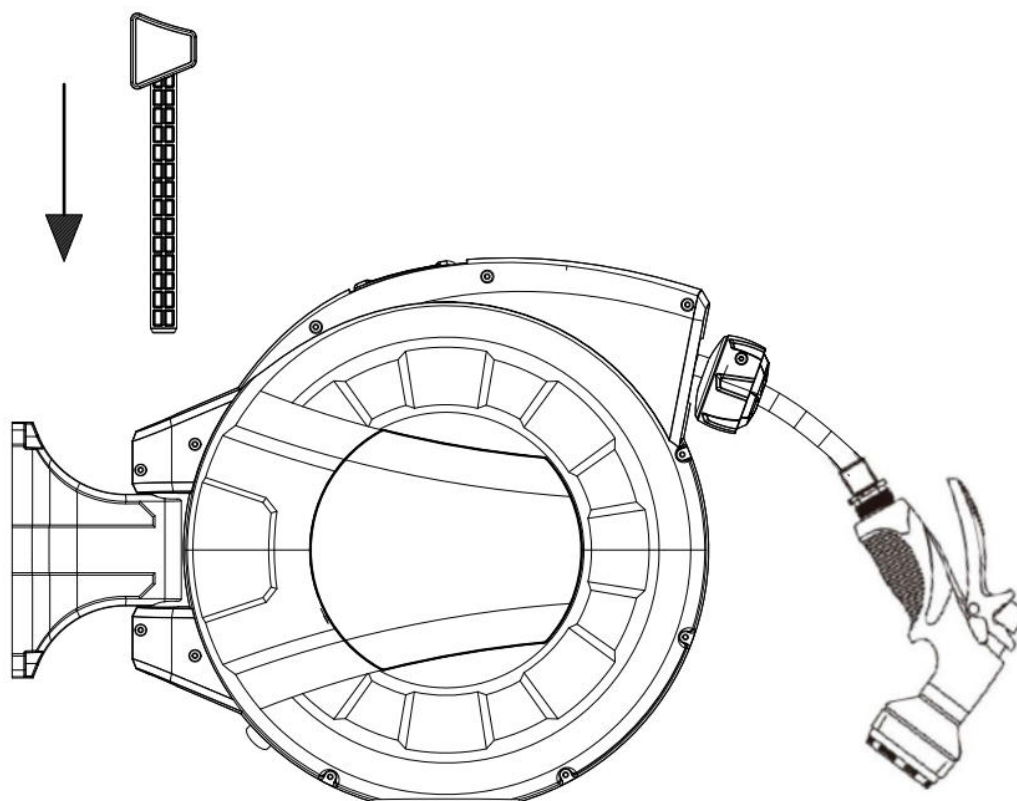

Fig.3
5. Conecte el carrete al soporte de montaje (Fig.3).